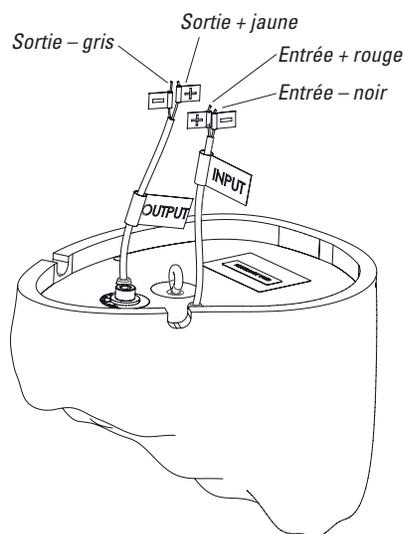

Figure 33
5. L'enceinte L12XC est livrée avec un transformateur réglé sur 250 W. Si vous souhaitez un réglage de puissance inférieure, utilisez un tournevis à tête Philips pour retirer la vis Philips de protection comme représenté dans la figure 33.